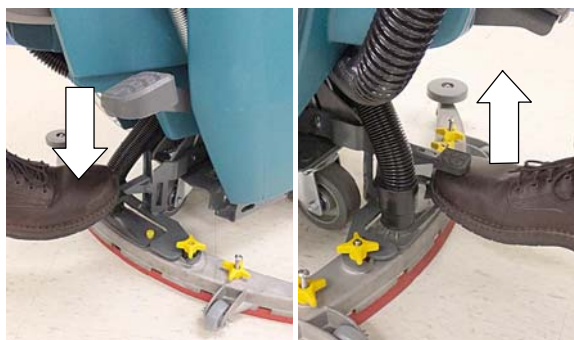

РИС. 67
5. Опустите узел швабры на пол, наступив на ножную педаль, как показано на рисунке (Рисунок 67). Чтобы поднять узел швабры, просуньте носок под педаль и поднимите ее. После опускания узла швабры запустится вакуумный мотор.